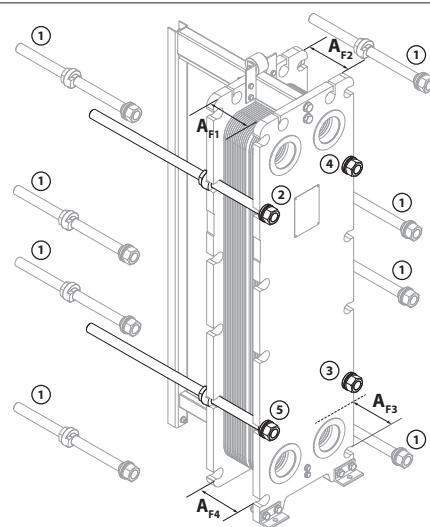

Abb. 35
Prüfen Sie vor der Inbetriebnahme, ob alle Anschlüsse richtig montiert und festgezogen sind und ob das Spanmaß gemäß dem Typenschild korrekt ist. Nehmen Sie die Maße AF1, AF2, AF3, AF4 gemäß Abb. 35.
3. Lockern Sie die Spannschrauben bei einer maximalen Wegstrecke der Mutter von 3 mm, bis Sie Montagemaß = Montage-Nennmaß (gemessen/vom Etikett abgelesen) + 5 % erreicht ist. An dieser Stelle können Sie die Spannschraubenpaare von oben und unten vollständig lösen und entfernen (siehe Ziffer 1 in Abb. 35).
Lockern Sie eine oder alle Spannschrauben nicht sofort vollständig. Lockern Sie die Spannschrauben schrittweise in der in Abb. 35 gezeigten Reihenfolge. Wenn ein hydraulisches Werkzeug zum Lockern der Spannschrauben verwendet wird, muss das Werkzeug auf die niedrigste Drehzahl eingestellt werden.